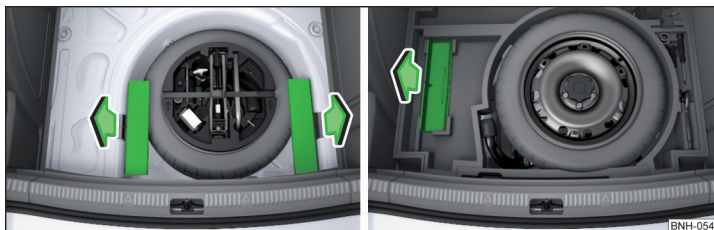
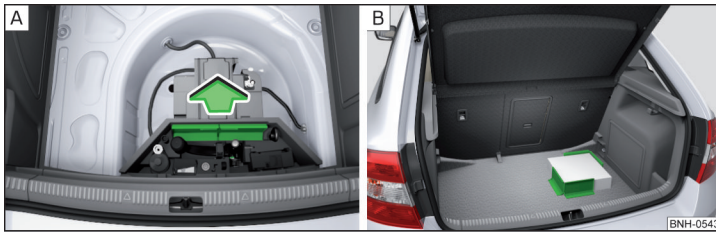

Abb. 114 Cargo-Elemente herausnehmen: Variante 1 / Variante 2
Abb. 115 Cargo-Elemente herausnehmen: Variante 3 / Befestigungsbeispiel der Ladung mittels des Cargo-Elements
- Zum **Gebrauch** die Cargo-Elemente in Richtung der Pfeile herausnehmen » Abb. 114 und » Abb. 115 - [A].
- Die Ladung mittels der Cargo-Elemente möglichst in der Nähe der Rücksitze befestigen » Abb. 115 - [B].